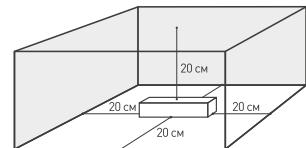

Рис. 6.
- 4.3. Для естественной вентиляции обеспечьте не менее 20 см свободного пространства вокруг источника питания, как изображено на рис. 6. При невозможности обеспечить свободное пространство используйте принудительную вентиляцию.